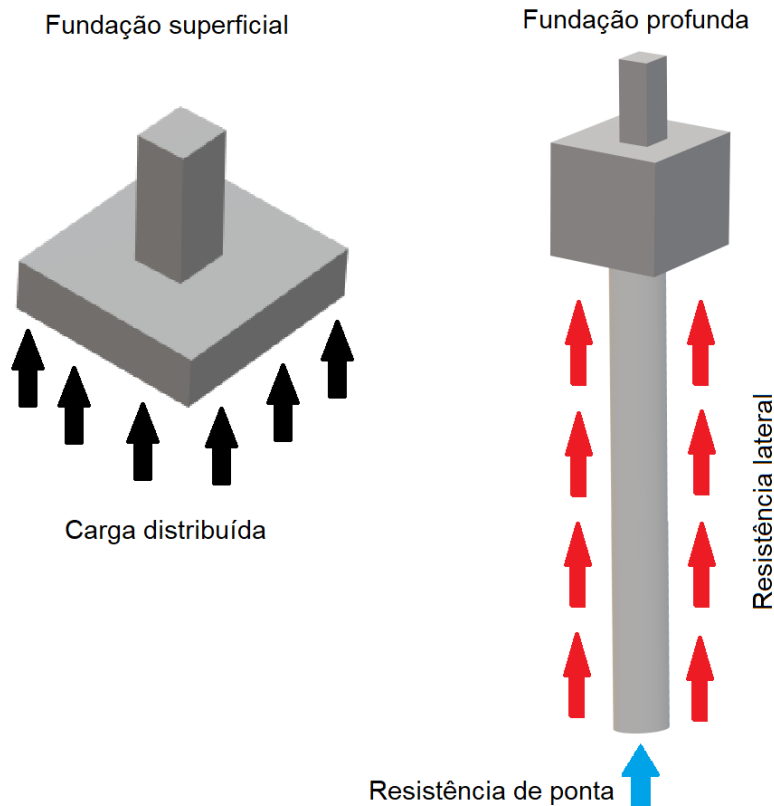

Figura 3: Reação do solo sobre fundações superficiais e profundas.
Outro ponto interessante é que fundações superficiais se caracterizam pelo uso de elementos com **área horizontal elevada** para transmitir a carga recebida de maneira bem **distribuída por uma maior área de solo**. Com isso, reduzimos o valor da tensão imposta ao terreno (Figura 3).
- **Resistência de ponta** oriunda do **contato da base** do elemento de fundação com o solo (Figura 3).